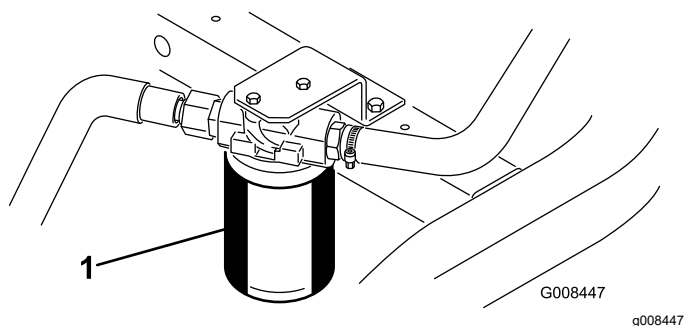

Figura 50
1. Limpe a zona em torno da montagem do filtro (Figura 50). Coloque um recipiente de escoamento debaixo do filtro e retire o filtro.